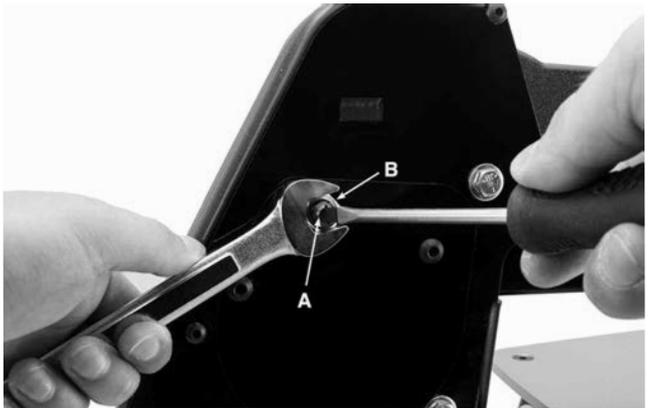

FIGURE 20
Au fil du temps avec l'usure normale sur la Scie à Chantourner, la vis de réglage du bras supérieur (A) Fig.20 peut avoir besoin d'être ajustée pour tenir le bras dans la position relevée. Pour ajuster la vis de réglage:
- 2) Desserrer l'écrou de blocage (B).
- 3) Tourner lentement la vis de réglage (A) jusqu'à ce qu'il y a juste assez de tension pour juste tenir le bras dans la position relevée.